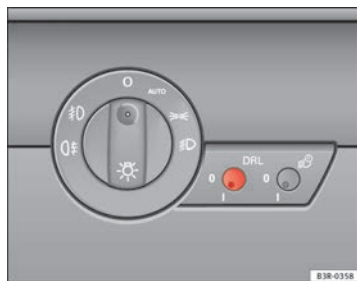

Abb. 89 Schalter Tagfahrlicht
- Kurz auf den Knopf ⇒ Abb. 89 drücken, um ihn aus seiner Position auszurasen.